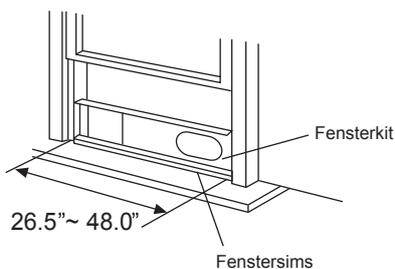

Abb. 9
2. Legen Sie den Fensteradapter (Kit) auf den Fensterrahmen. Passen Sie die Länge des Fensteradapters an die Fensterbreite an. Verkürzen Sie den Fensteradapter, wenn die Breite des Fensters weniger als 26,5" ist. Öffnen Sie den Fensterflügel und legen Sie den Fensteradapter auf das Fenstersims (Abb.9).